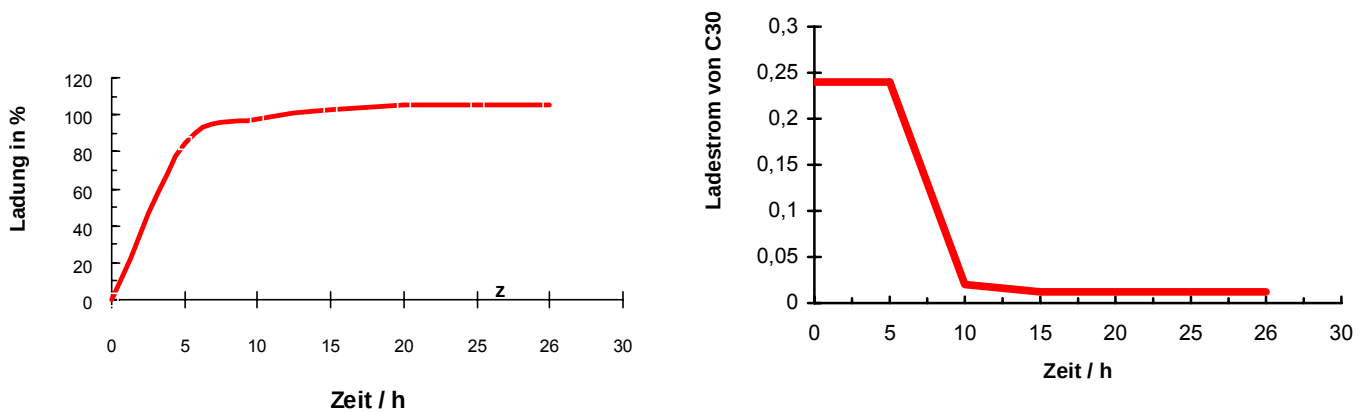

Abb.1 Ladung mit 0,3 CA-Limit
- i. Lade-End- Zustand (Bereitschaft) 2,27-2,30 V/Zelle bei 25°C (Abb.1)